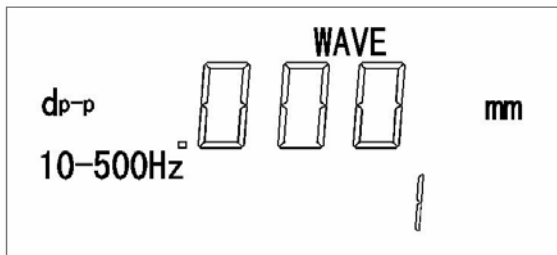

图 3-8
5.再一次按 **Run/Stop** 键，进入保持（即待机）状态，这时的显示数值为按键前最后一次测量值，此时该结果已存入当前点号所对应的存储单元，大约一秒钟后点号自动加一，屏幕上显示的是加一以后的点号所对应存储单元中的数值，见图 3-8；